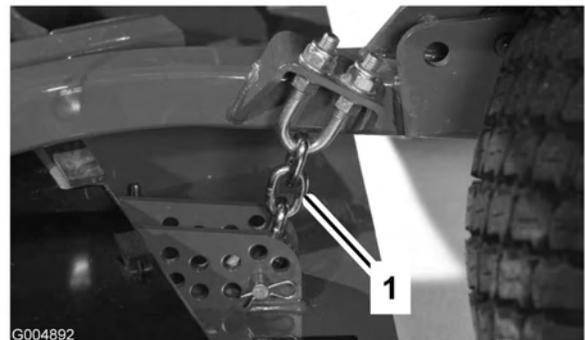

Figura 80
3. Retire el pasador de horquilla y el pasador que fijan las cadenas de ajuste de la altura de corte a la parte trasera de la unidad de corte (Figura 80).